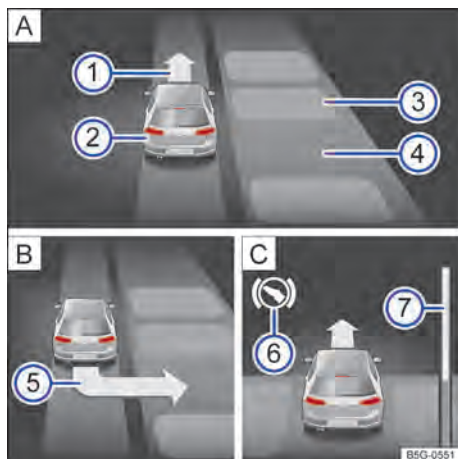

Fig. 117 No display do instrumento combinado: estacionar lado a lado. **A** Procurar uma vaga de estacionamento. **B** Posição para estacionar. **C** Manobrar.
- Estacionar ao aparecer no display do instrumento combinado a indicação de estacionamento → Fig. 117 → Página 154.
Legenda da → Fig. 117 (modo de estacionamento lado a lado com marcha a ré):
- Frear quando soar um alarme sonoro indicando para mudar de direção, acender a seta → Fig. 117 ① [A], acender o símbolo branco [S] ou mostrar uma mensagem.